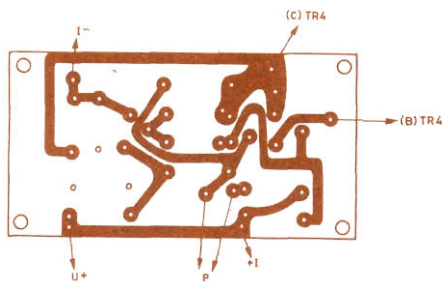
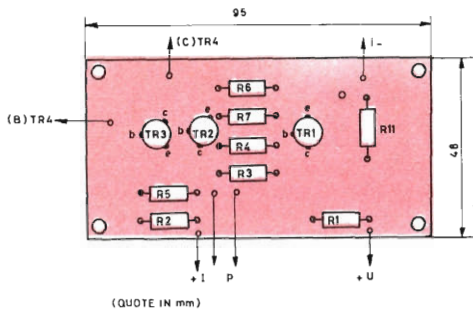

Fig. 2 - Illustrazione del circuito stampato, usato per il montaggio del prototipo del fusibile elettronico.
Fig. 3 - Disposizione delle parti sul circuito stampato.
**Circuiti nuovi** - Il circuito amplificatore lineare del RAS, illustrato nella fig. 2, è una delle diverse applicazioni suggerite dalla Motorola per il proprio circuito integrato moltiplicatore a quattro combinazioni tipo MC 1594L/1494L. Infatti, esso si può usare negli espansori di volume, nei compressori di segnali, nei calcolatori ana-
Secondo la Motorola, il circuito mostrato nella fig. 2 è capace di controllare segnali d'ingresso fino ad 1 Veff. con un guadagno massimo intorno ai 20 dB. Nel funzionamento, però, la portata dinamica del guadagno può arrivare fino a 60 dB, con una tensione di controllo RAS compresa tra 0 V c.c. e 1 V c.c.
boccole sul frontale, e del transistor di potenza T4, che è montato sulla carcassa metallica dell'apparecchio, la quale funge da dissipatore. Nella fig. 2 è illustrato il tracciato del circuito stampato e nella fig. 3 la disposizione dei componenti su detto circuito, il quale è fissato al contenitore mediante due squadrette a L.